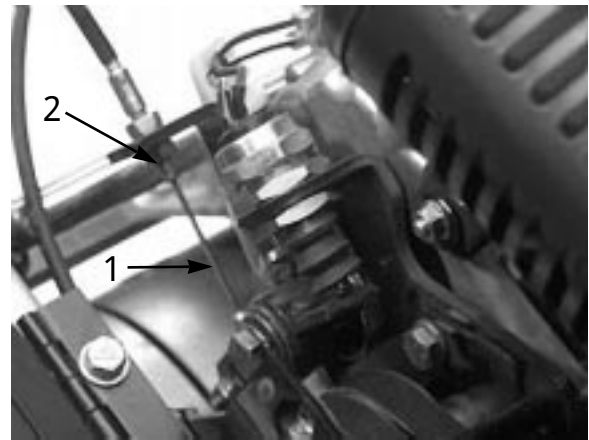

図 43
3. ケーブルの張りを強くするには、前ジャムナット (図43) をゆるめ、後ジャムナットを締める。1.4 ~ 2.3 kg の力で走行コントロールがつかないように調整する。力の計測はコントロール・ノブの部分で行う。